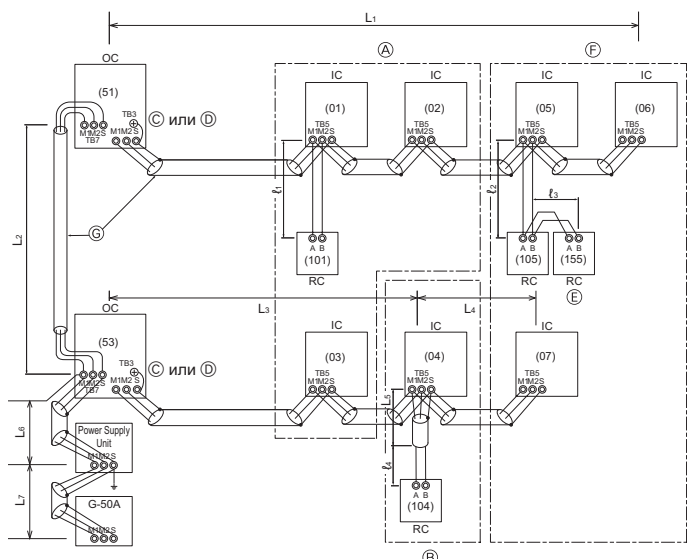

Fig. 6-2
■ Контроллер ДУ “M-NET” (Fig. 6-2)